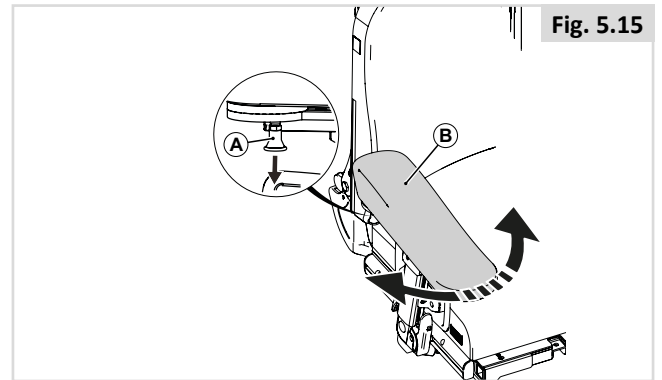

Fig. 5.15
5.9 Reposabrazos para hemiplejia (Fig. 5.15)